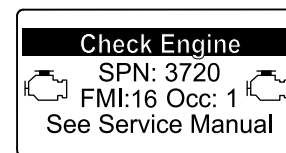

Рисунок 70
- Предупреждение о двигателе SPN 3720, FMI 16 (Рисунок 70)